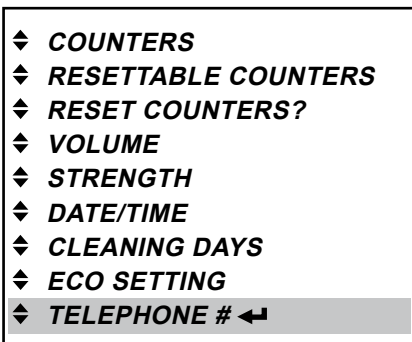

Рис. 62
- Нажать кнопку ввода ◀, чтобы вызвать меню «TELEPHONE #» («№ ТЕЛЕФОНА»). (Рис. 62)